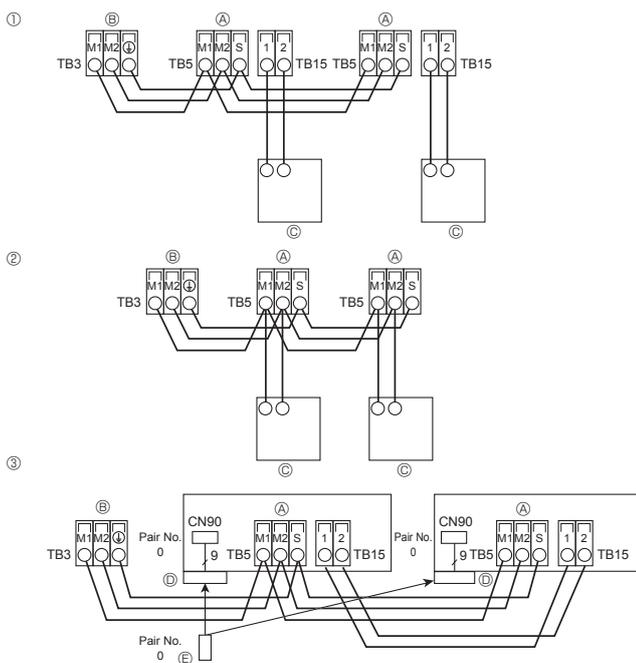

Fig. 4-3
④	4 направления	2,5 м	2,7 м	3,5 м
③	3 направления	2,7 м	3,0 м	3,5 м
②	2 направления	3,0 м	3,3 м	3,5 м
4.4. Подсоединение пульта дистанционного управления, кабелей передачи внутри и снаружи (Fig. 4-3)
- ① Пульт дистанционного управления “MA”
- ② Пульт дистанционного управления “M-NET”